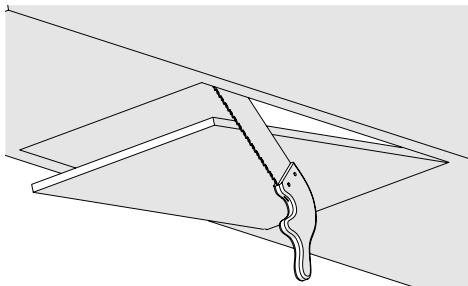

Fig. 7
- Corte a parte inferior do armário onde será instalado o exaustor, com as dimensões especificadas no desenho técnico (Fig. 7).